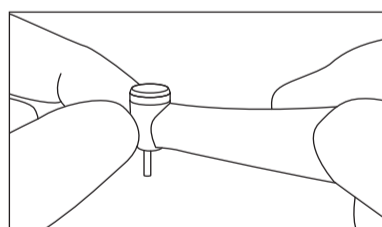

図4
- 5) 回転停止後、ヘッド部に異常な発熱がないことを直接手で触って確認してください(図4)。